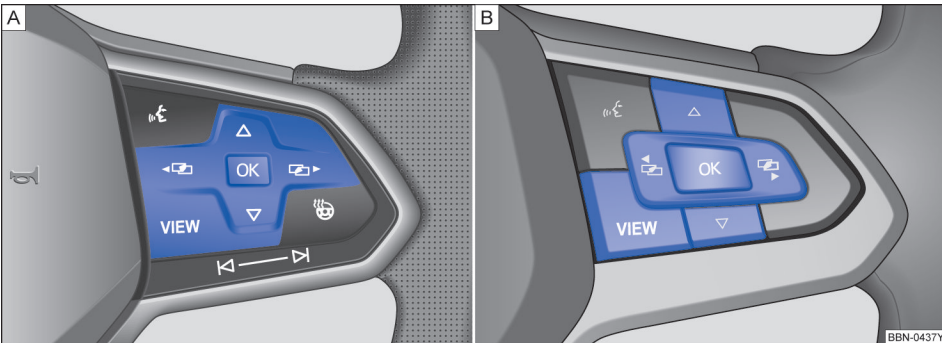

图 16 多功能方向盘右侧：用于操作信息显示器中菜单的按钮
- 若显示屏显示一条信息或车辆图形符号，按压多功能方向盘上的按钮 **OK** → 图 16，可能需按数次按钮。
- 如需浏览选择菜单，按压按钮 **左** 或 **右** → 图 16
- 如需打开选择菜单里的菜单显示项或信息显示项，按压多功能方向盘上的 **OK** 按钮 → 图 16，或等待数秒钟，直至系统自动打开菜单或显示信息。
- 在多功能方向盘上按压箭头按钮 **上** 或 **下** → 图 16，直到选中所需的菜单项为止。
- 按压多功能方向盘上的 **OK** 按钮 → 图 16，进行所需更改。✓表示所选的某个特定系统或功能处于激活状态。
- **用多功能方向盘返回：**按压 **左** 或 **右** → 图 16 即可返回选择菜单。